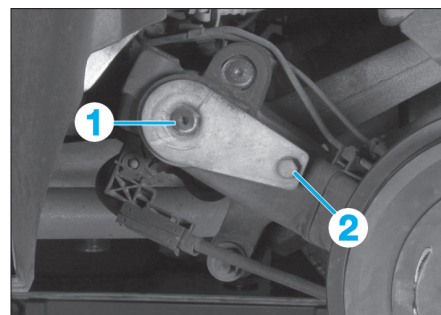

Fig. 50
- le bouchon (1) (Fig.50),
- la vis (2).